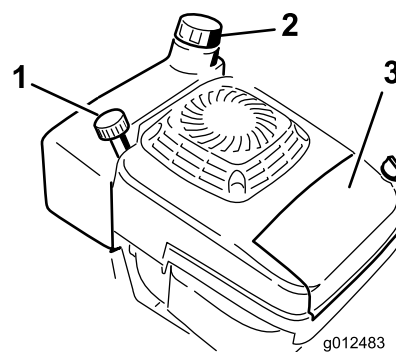

Figura 17
1. Limpe a zona em torno da tampa do depósito de combustível (Figura 17).